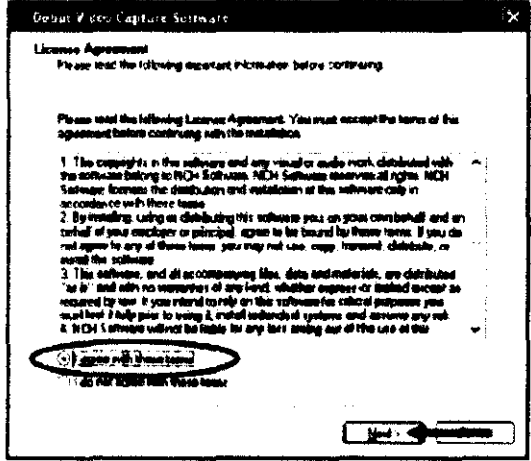

Figura 17
16. Si ha seguido correctamente el paso anterior, debería ver la pantalla que se muestra en la Figura 17. Haga clic en la opción "I agree with these terms" (acepto estas condiciones) destacada por el círculo y, a continuación, haga clic en el botón "next" (siguiente) señalado por la flecha para seguir adelante.